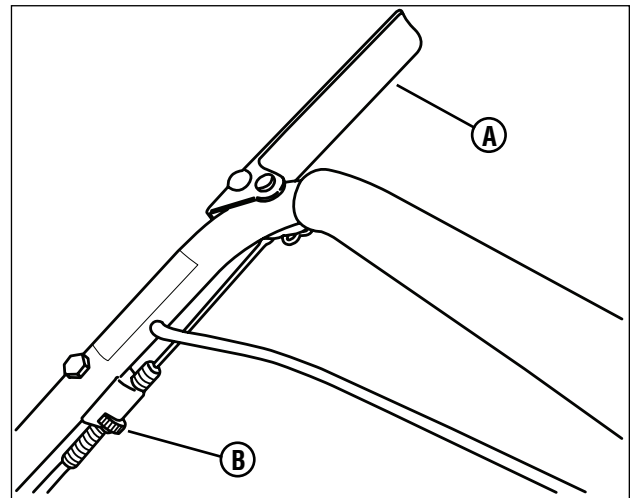

Figure 14 : Réglage de commande de roues motrices
- Avec la commande de roues motrices (A, Figure 14) engagée, tirez sur les poignées de la tondeuse, afin de faire bouger la tondeuse vers l'arrière.
- Si les roues arrière tournent, augmentez la tension de courroie en tournant la molette (B) en sens ANTIHORAIRE.